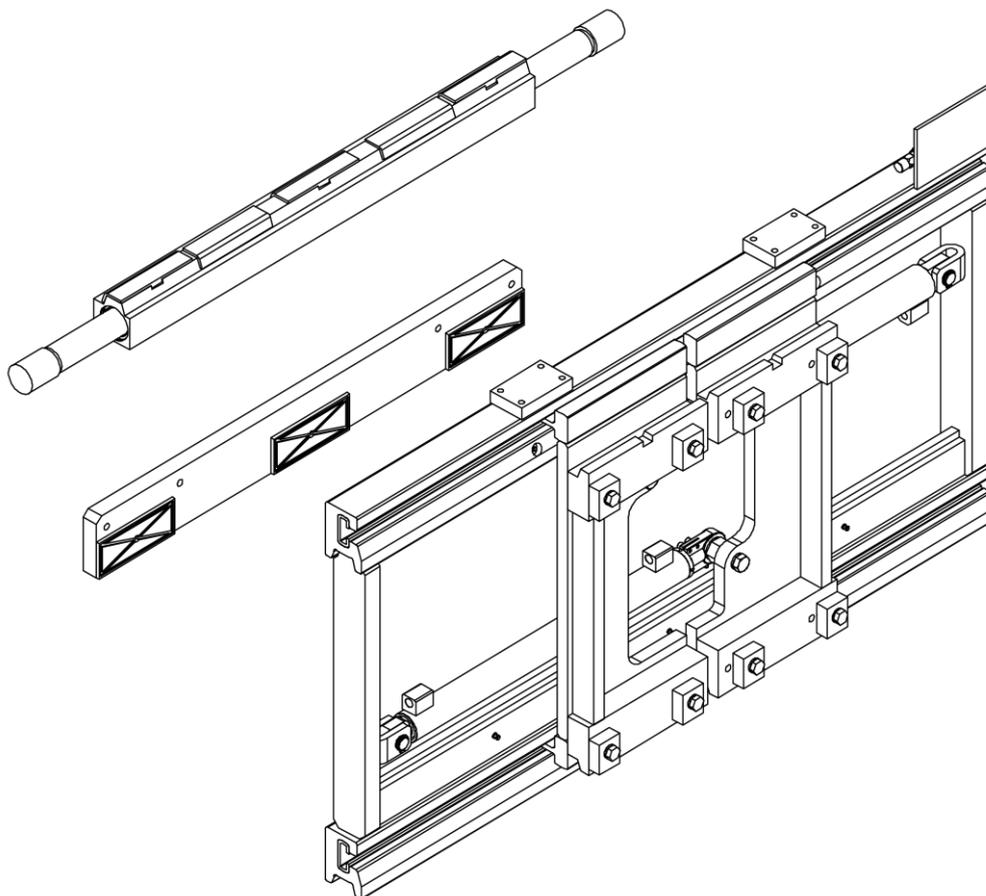

Figura 5
5. Rimuovere i profili della struttura anteriore (vedi *Figura 5*).